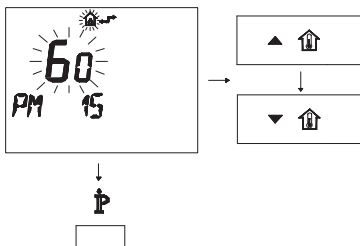

Figura 5.24
- Modifique el punto de consigna programado mediante los botones \blacktriangle \uparrow o ∇ \uparrow hasta que aparezca un **valor de 60**. Espere a que el número programado comience a parpadear (Figura 5.24).